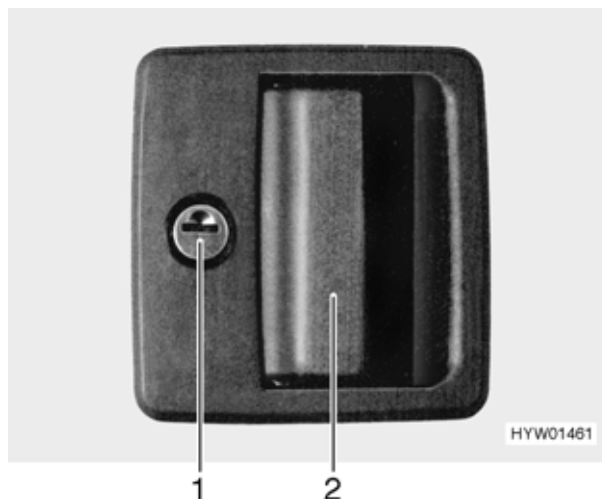

Fig. 24 Serratura della porta guidatore, lato esterno
- Inserire la chiave nel cilindro della serratura (Fig. 24,1) e girare in senso orario, fino a quando la serratura della porta si sblocca.
- Aprire la porta tirando la maniglia (Fig. 24,2).
- Inserire la chiave nel cilindro della serratura (Fig. 24,1) e girare in senso antiorario, fino a quando la serratura della porta si blocca.